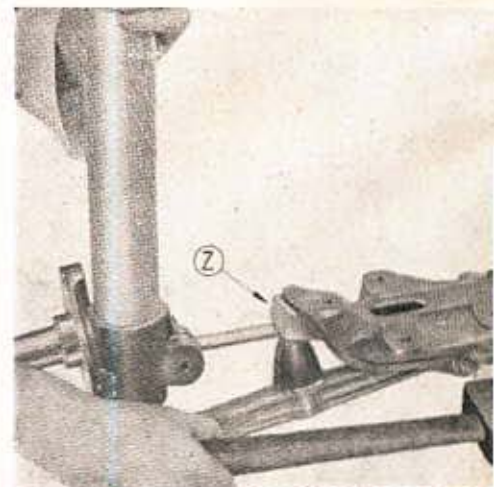

Fig. 123. — Mise en place de la cale Z entre butée de talonnage et butoir de traverse
- Avant d'engager complètement les axes neufs des bras AR du triangle sur traverse : placer la cale Z de 21 mm entre la butée de talonnage et le butoir de la traverse (fig. 123).